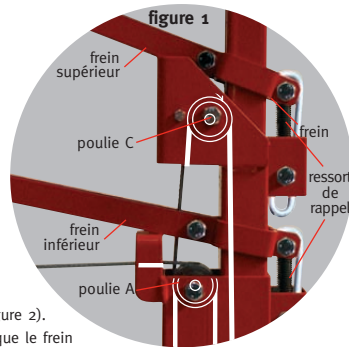

figure 1
- 5 - Démontez la poulie A et dégagez complètement le mât intermédiaire du mât inférieur (figure 1).
- 7 - Démontez la poulie C du mât intermédiaire ainsi que le frein du mât supérieur et dégagez complètement le mât supérieur (figure 1).
- 4 - Présenter la poulie C à l'extrémité supérieure du mât intermédiaire, positionner le câble (figure 1), et assembler une vis tête H de 8 x 50 et un écrou frein M8 ainsi que deux entretoises de 10 mm de longueur de chaque côté de la poulie.
- 5 - Monter le frein 12 du mât supérieur et positionner le ressort de rappel et la butée (figure 1).
- 7 - Présenter la poulie A à l'extrémité supérieure du mât inférieur, positionner le câble (figure 1) et assembler une vis tête H de 8 x 50 et un écrou frein M8 ainsi que deux entretoises de 10 mm de longueur de chaque côté de la poulie.
- 8 - Monter le frein 11 du mât inférieur et positionner le ressort de rappel et la butée (figure 1).